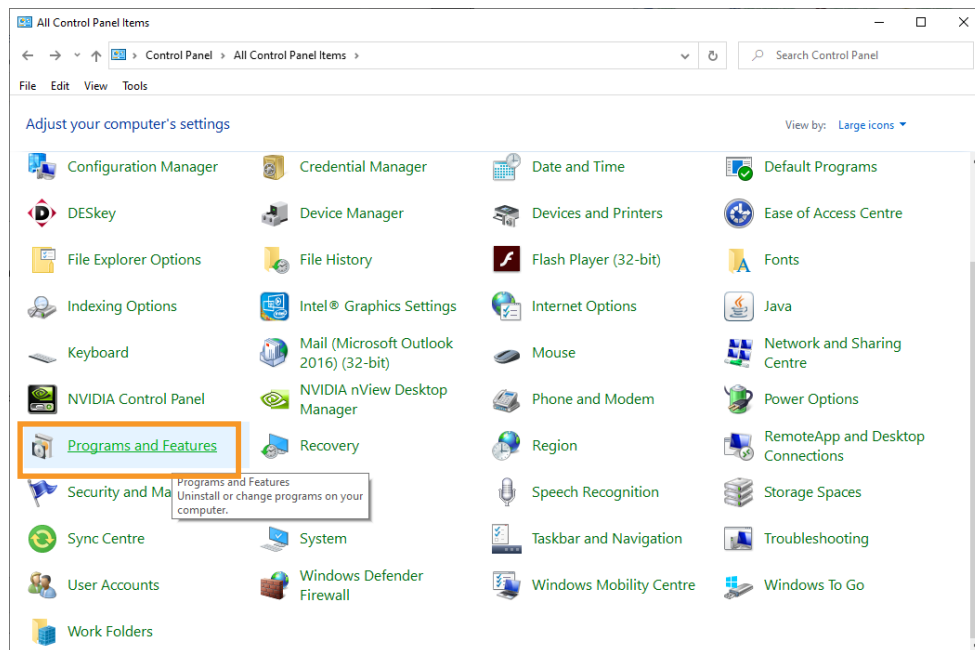

Figura 26 Pannello di controllo di Windows – Programmi e funzionalità
2. Andare al Pannello di controllo di Windows e selezionare “Programmi e funzionalità” (vedere Figura 26).